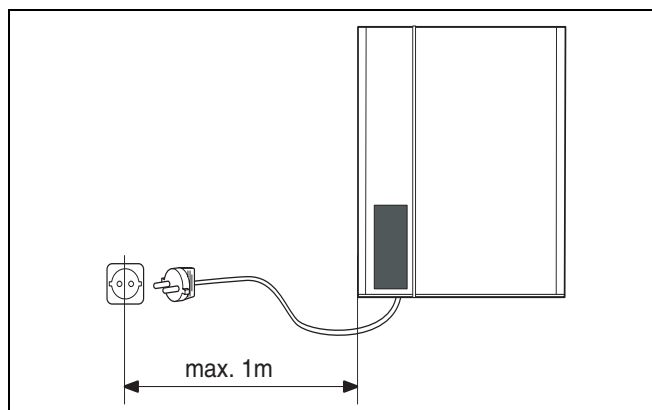

Fig. 11 Collegamento alla rete elettrica
- L'allacciamento alla rete elettrica viene eseguito inserendo l'apposito cavo di rete in dotazione (1 m) in una presa di corrente con contatto di terra (fig. 11).